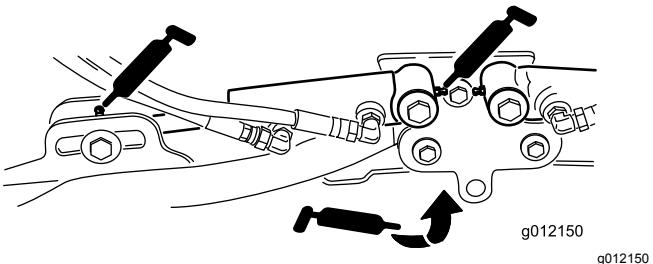

Figura 39
- Cilindri del braccio di sollevamento dell'apparato di taglio (2 cad.) (Figura 39)
- Perni del braccio di sollevamento (1 cad.) (Figura 39)